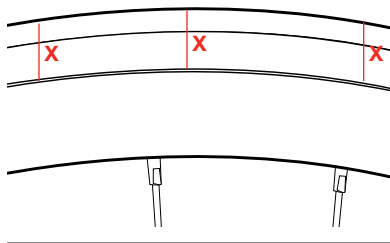

Figure 22. Correct. Vérifiez que la ligne de moulage du pneu est située à égale distance (X) du bord de la jante sur toute la circonférence du pneu.
7. Vérifiez que les flancs du pneu sont correctement insérés dans la jante (Figures 22 et 23). La plupart des pneus comportent une ligne de moulage sur chaque flanc, près de l'endroit où le pneu rentre dans la jante. La distance entre la ligne de moulage et le bord supérieur de la jante doit être régulière sur toute la circonférence de la jante et égale des deux côtés. Si la distance n'est pas régulière, dégonflez le pneu et recommencez les étapes 6 et 7.
10. Vérifiez de nouveau que les flancs du pneu sont correctement insérés dans la jante (Figures 22 et 23).